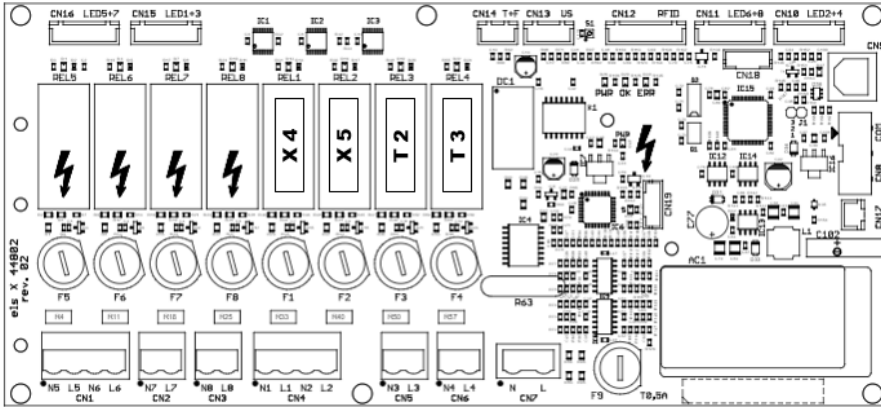

Imagen 15: Posición de los fusibles
- ▶ Identifique los fusibles mediante las designaciones **E1** (calefacción del armario de distribución opcional), **X4** (punto de carga superior izquierdo visto desde la parte delantera), **X5** (punto de carga superior derecho visto desde la parte delantera), **T2** (punto de carga inferior izquierdo visto desde la parte delantera) y **T3** (punto de carga inferior derecho visto desde la parte delantera) en la placa electrónica (Imagen 15).